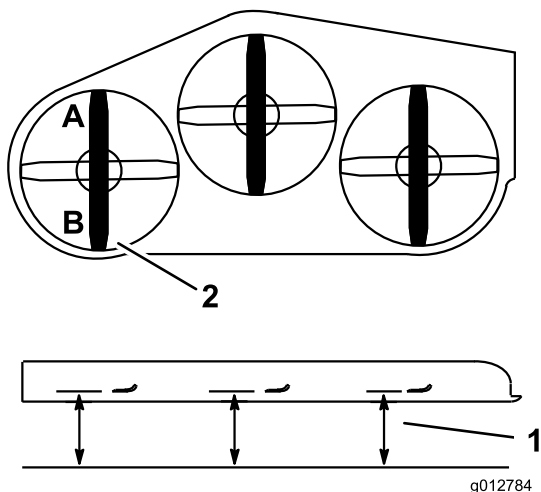

Bild 85
- Messen Sie das linke Messer an der Stelle **A** von einer ebenen Oberfläche bis zur Schnittkante der Messerspitze und notieren Sie den Wert (Bild 85).
- Messen Sie das linke Messer an der Stelle **B** von einer ebenen Oberfläche bis zur Schnittkante der Messerspitze und notieren Sie den Wert (Bild 85).
- Das Schnittmesser sollte an Stelle **A** 6 bis 10 mm niedriger sein als an Stelle **B** (Bild 85). Sollte die Einstellung nicht richtig sein, machen Sie mit den folgenden Schritten weiter.